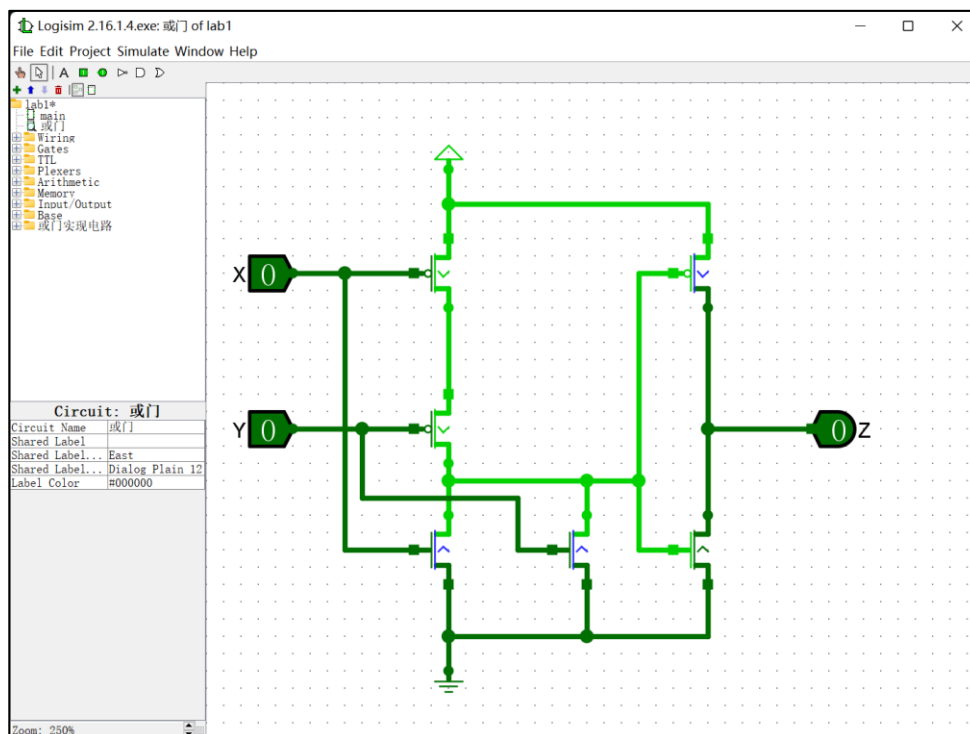

图 1.9 实现或门电路时的连线图
3) 添加连线。如图 1.9 所示，根据原理图对或非门和非门进行级联。